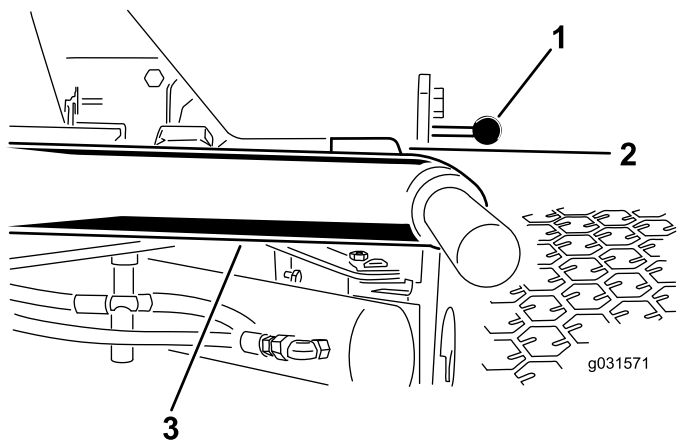

Figura 12
1. Pornii motorul, ridicai unitățile de tăiere i asigurai-vă că spaiul liber dintre fiecare bra de ridicare i suportul plăcii de podea este de 5 până la 8 mm, aa cum se arată în Figura 12.